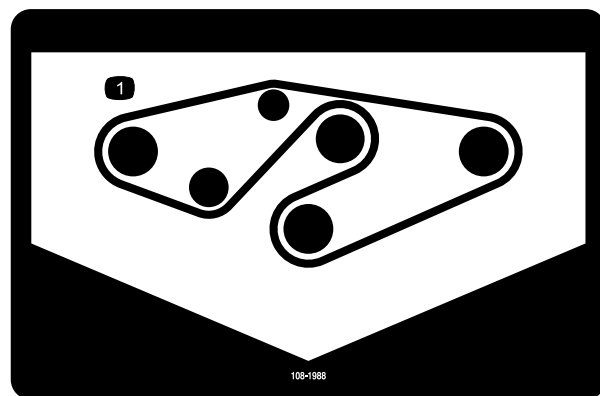

Figura 34
4. Coloque a nova correia nas polias de eixo e na estrutura da polia intermédia, como se mostra na Figura 34.